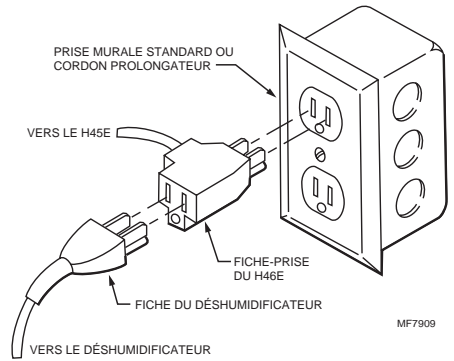

Fig. 3. Branchement de la fiche-prise du H46E.
3. Insérer la fiche du déshumidificateur dans la fiche-prise. (Voir Fig. 3.)